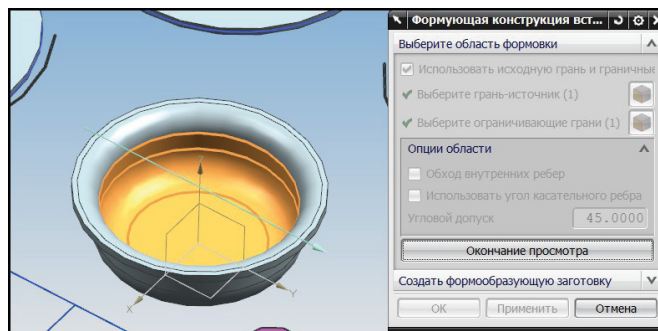

Рис. 10.8. Просмотр граней для создания пуансона
- Проверьте, верно ли выбраны грани для создания пуансона. Нажмите кнопку **Просмотр области** (рис. 10.8). Грань-источник была включена в область, ограничивающие грани – нет. Для возвращения к созданию пуансона нажмите кнопку **Окончание просмотра**. Выбранные грани удовлетворяют условию создания пуансона. Опции настройки оставьте по умолчанию отключенными.